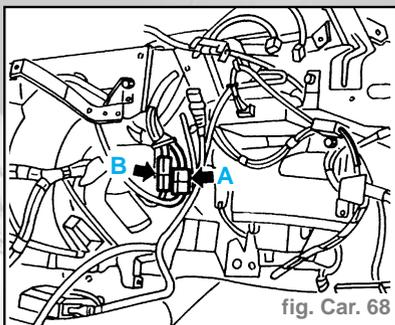

fig. Car. 68
- Débrancher les connexions électriques (A) et (B) (fig. Car. 68).